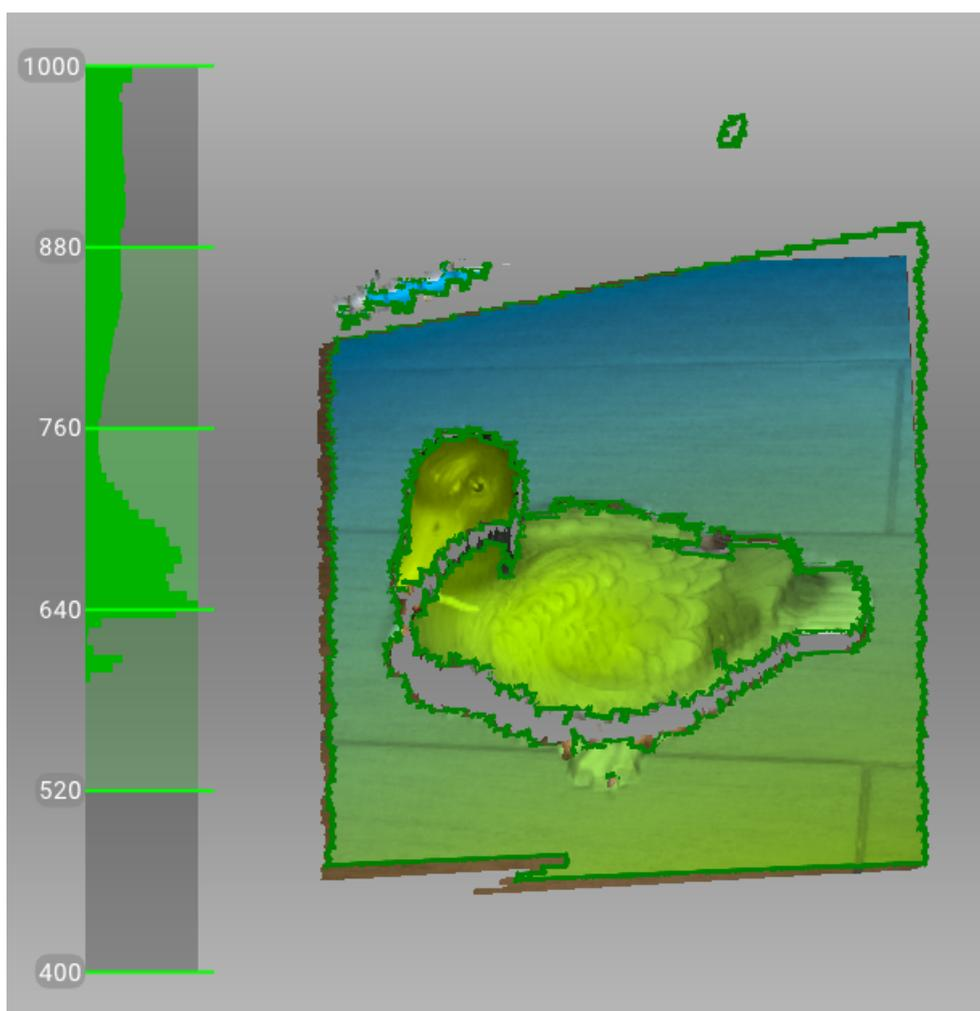

Рис. 5.3: Дальномер и раскраска по дистанции, отображающая поверхности, лежащие в пределах оптимального диапазона сканера Artec Spider
- Старайтесь располагать сканер так, чтобы большинство поверхностей в поле зрения были окрашены в зеленый, что соответствует центру дальномера¹ (Рис. 5.3)
¹ С технической точки зрения, центр дальномера — центр глубины видимости. 3D-сканер имеет ближнюю и дальнюю плоскости отсечения (Рис. 3.2), которые определяют оптимальное расстояние между устройством и сканируемым объектом. Для наглядной визуализации расстояния до сканируемого объекта в Artec Studio реализован инструмент *Дальномер*, который представляет собой набор полупрозрачных гистограмм, расположенных слева в окне *3D вида* (см. Рис. 5.3). Каждая гистограмма отображает распределение точек получаемых поверхностей по расстоянию до сканера. Цвет соответствует группе поверхностей, из которого она получена: по умолчанию серый цвет используется для зарегистрированных ключевых кадров, темно-зеленый — для успешно зарегистрированного последнего кадра, а красный обозначает сбой регистрации.